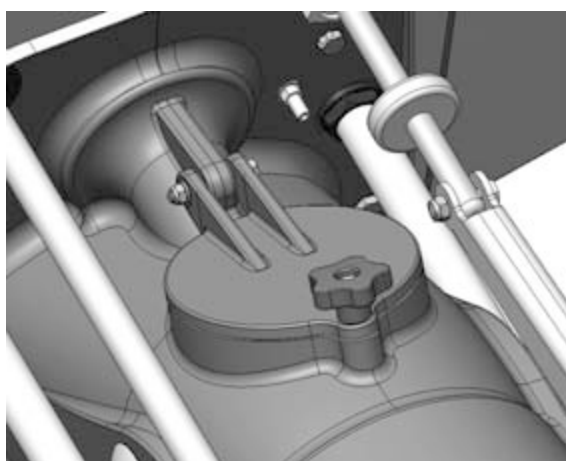

Рисунок 36. Смотровой люк
1. Откройте смотровой люк (рис. 36).